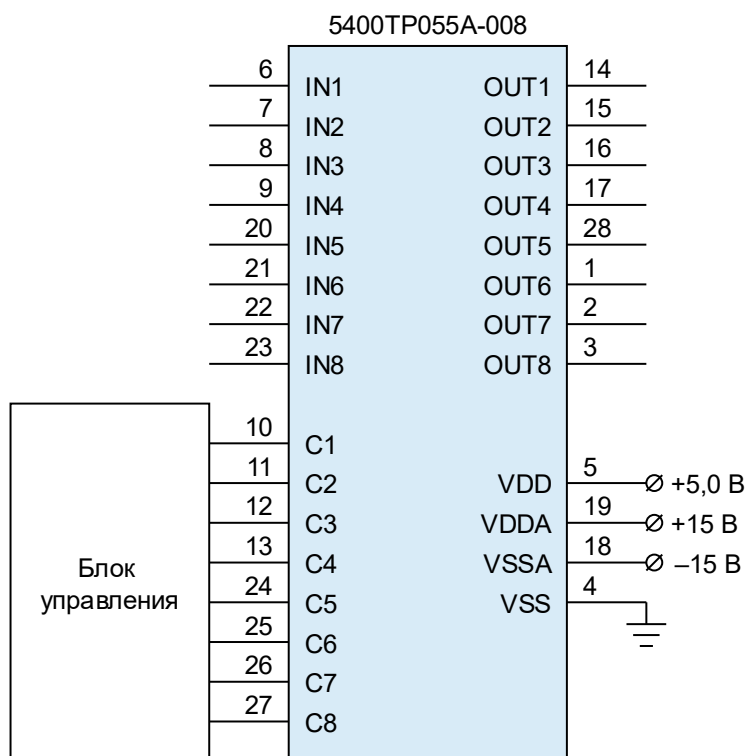

Рисунок 14. Схема применения для программирования
- 1) подключить микросхему в соответствии со схемой применения (Рисунок 14)